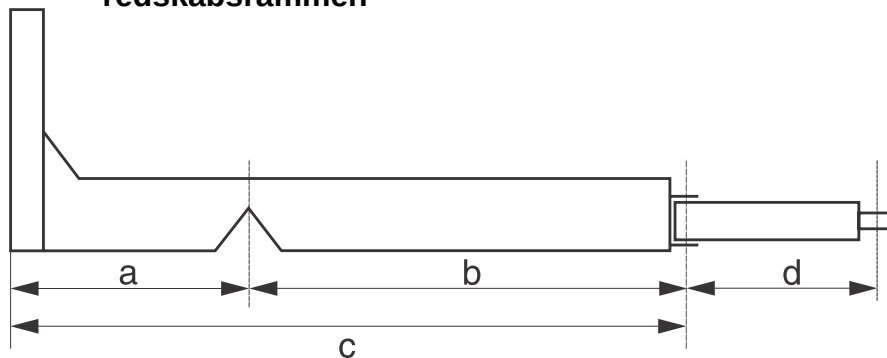

Fig. 10.30
- Trykreduceringsventil (fig. 10.30/1)
Hane stilling (fig. 10.30) gør det muligt at tømme samt blæse systemet tomt til vinteropbevaring.
Trykreduceringsventilen (fig. 10.30/1) er fast indstillet fra fabrikken og reducerer trykket i systemet med 1 bar.